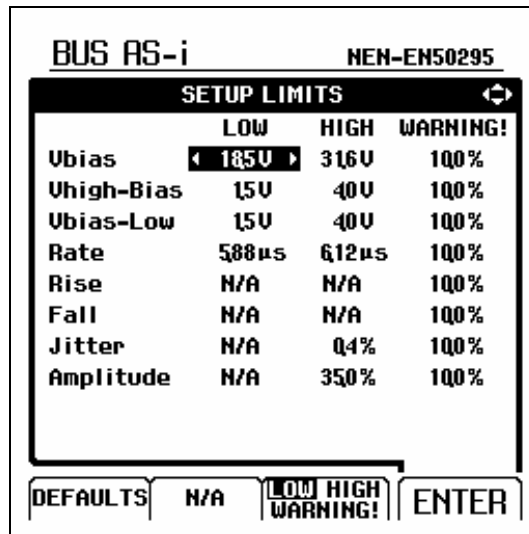

Рис. 4-5 Экран с меню настройки предельных значений
①  Н экране тестирования откройте меню SETUP LIMITS (Настройка предельных значений). Экран принимает вид, показанный на рис. 4-5. В заголовке отображается тип шины.
②  Выберите свойство сигнала, для которого требуется установить предельное значение.
③  Выберите уровень, который требуется изменить: LOW (Нижний), HIGH (Верхний) или ! Предупреждение.